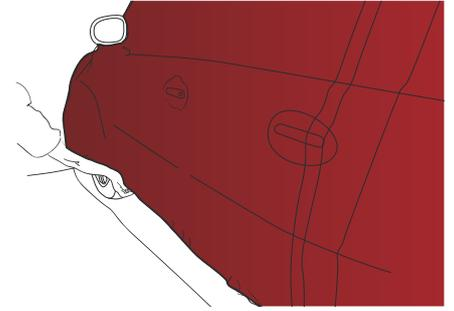

Abbildung 26
- › Wenn der Übergang über die Türgriffe gelungen ist, die Folie bis zum unteren Rand der Karosserie spannen. (Abb. 26)